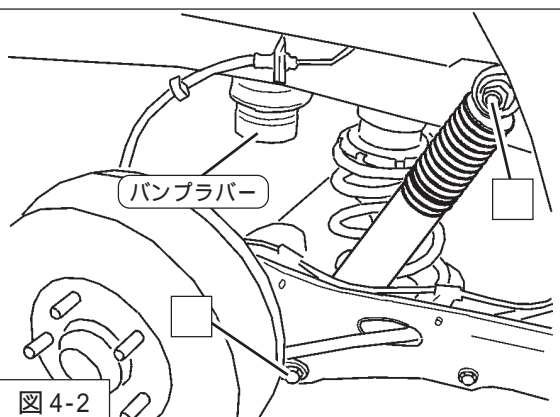

図4-2
2. 純正バンブラバーを車両に組付け、ボルトで固定してください。(締付トルク: 32~46N・m)(図4-2)
3. P6「ダンパーASSY構成図」を参考に、ライドハイトアジャスターASSY(同梱品) リアスプリング(同梱品) スプリングロアシート(純正部品) を車両に取付けてください。(図4-2)
4. リアダンパーASSY(同梱品) ダンパーアッパー取付ナット(締付トルク: 76~102N・m) ダンパーロア取付ボルト(締付トルク: 97~127N・m) を車両に取付けてください。(図4-2)